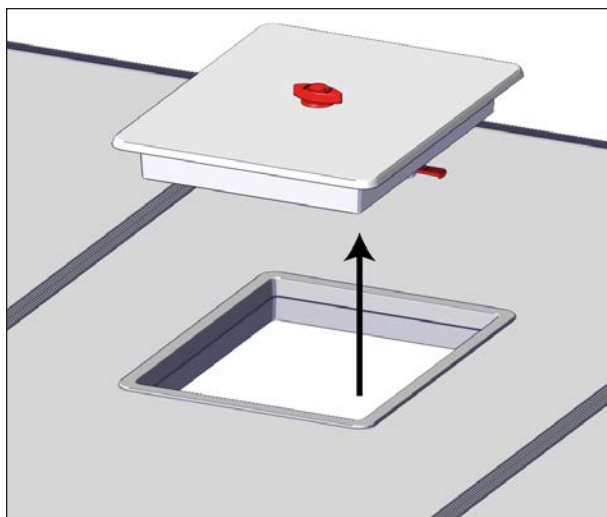

FIGURE 102: RETIRER LA TRAPPE
2. Pousser la trappe de sortie d'urgence vers le haut et la mettre de côté, voir Figure 102.